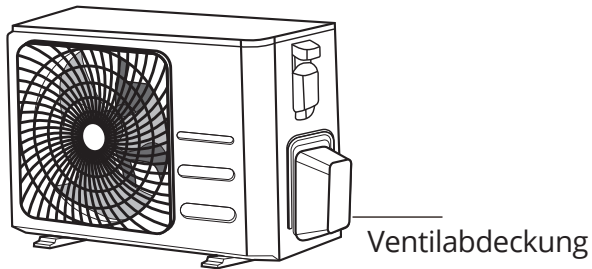

Abb. 5.9
1. Schrauben Sie die Ventilabdeckung von der Verkleidung Außengeräts ab. (siehe **Abb. 5.9**)